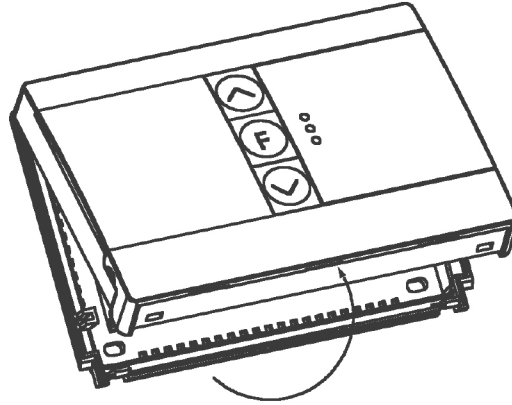

Figura 2
- Retire la placa de pared de su termostato presionando las lengüetas de liberación en la parte inferior del termostato. Ver Figura 2.
- Inserte las lengüetas de la parte superior del cuerpo del termostato en las ranuras de la parte superior de la placa de pared. Encaje la parte inferior del cuerpo del termostato en la parte inferior de la placa de pared. Referirse a la Figura 2 (NOTA: No fuerce al termostato dentro de la placa de pared, puesto que los pernos de los terminales podrían dañarse. Si no encaja debidamente, el termostato podría no funcionar).